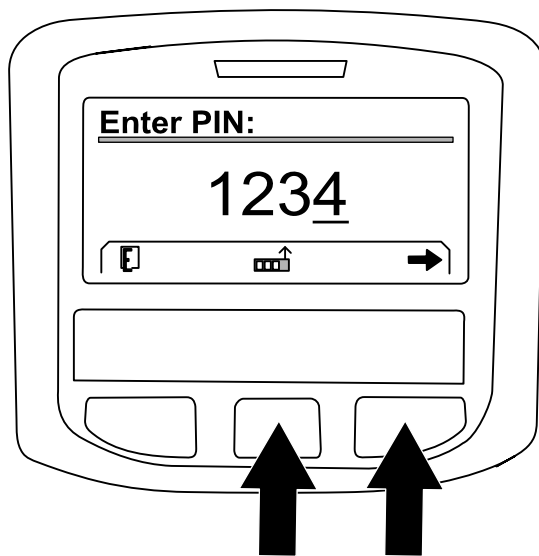
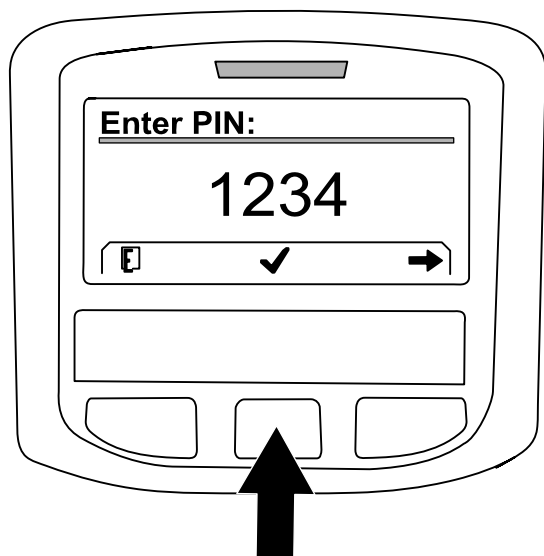

Figura 228
Figura 229
- A. Carregue no botão central como necessário para introduzir o número do código PIN da posição esquerda (Figura 228).
- B. Carregue no botão direito para navegar para a próxima posição do número do código PIN (Figura 228).
- D. Quando todos os números do código PIN tiverem sido introduzidos, pressione o botão direito (Figura 228) e, em seguida, pressione o botão central para introduzir o código PIN (Figura 229).